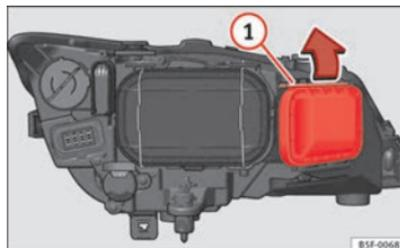

Fig. 185 Lampe feux de route
- Déplacez le tirant ⇒ fig. 185 ① dans le sens de la flèche puis retirez le cache.